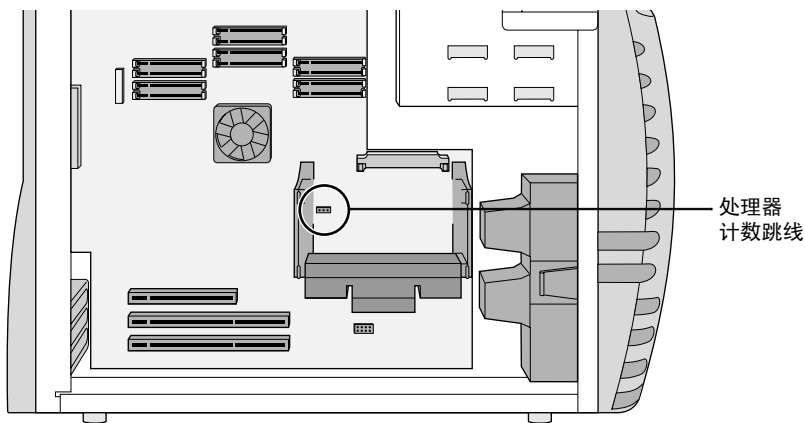

图 6-2 处理器计数跳线
表 6-1 显示了与处理器数目对应的正确跳线位置。图 6-2 显示了系统中的处理器计数跳线位置。
- 确保处理器计数跳线安装在最右边的两个插针上（图 6-2）。
10. 如果在顶端插槽中安装了处理器端接卡，则应确保处理器计数跳线安装在最右边插针上。（跳线的正确位置请参阅表 6-1，系统板上跳线的位置请参阅图 6-2。）